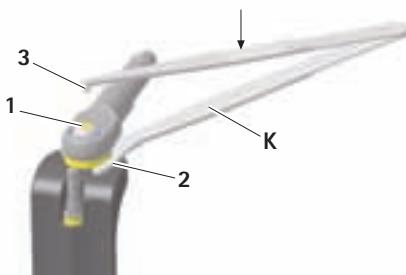

Fig. 5
- ▶ Deslizar la pinza K con la boca 2 bajo el acoplamiento y presionar el perno 1 de la abrazadera D con la púa de la pinza 3, ver Fig. 5.